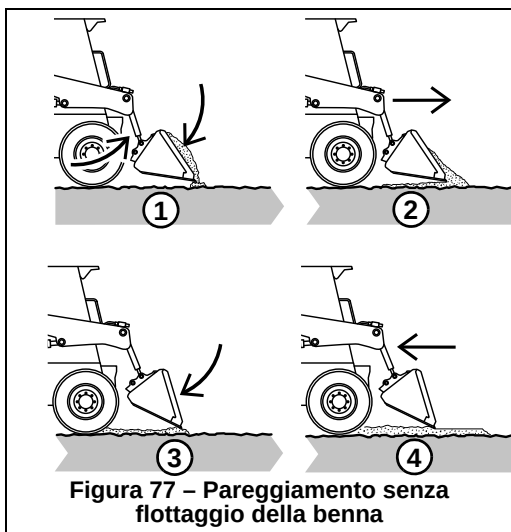

Figura 77 – Pareggiamento senza flottaggio della benna
1. (Figura 77) Sollevare leggermente la benna e inclinarla in avanti.